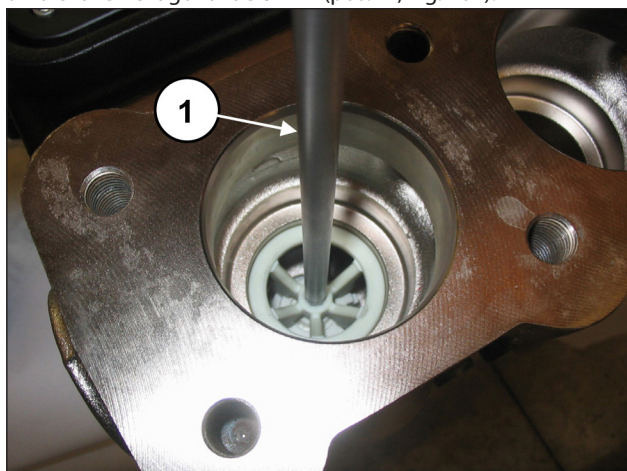

Fig. 104
Extraia o espaçador da guia da válvula, mediante o uso de uma chave hexagonal de 8 mm (pos. ①, Fig. 104).